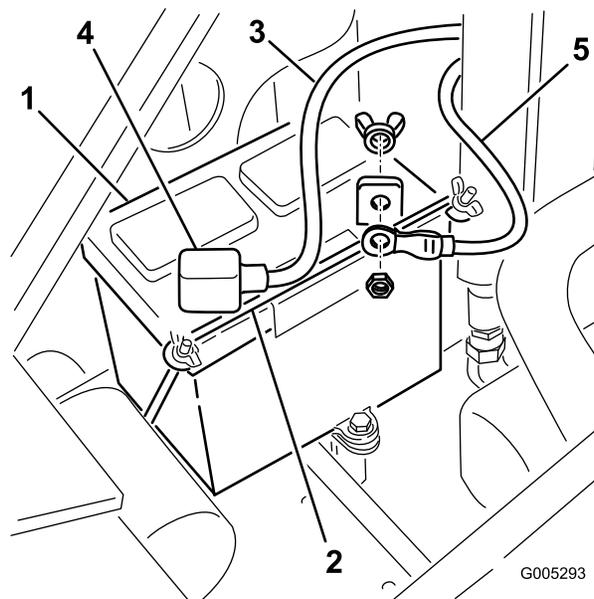

Figure 27
4. Enlevez les écrous papillons et la barre de fixation de la batterie (Figure 27).
9. Placez la batterie dans le châssis (Figure 27).
- Fixez la batterie dans le châssis (Figure 27).
- Connectez le câble positif (rouge) à la borne positive (+) de la batterie à l'aide du boulon et de l'écrou papillon fournis avec la batterie (Figure 27). Glissez le capuchon en caoutchouc sur la borne de la batterie.
- Connectez le câble négatif (noir) à la borne négative (-) de la batterie à l'aide du boulon et de l'écrou papillon fournis avec la batterie (Figure 27).